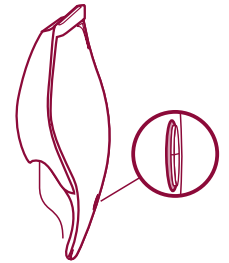

図6
- 正しく設置された場合は、押しボタン周囲のランプが赤に点灯します。（図6）